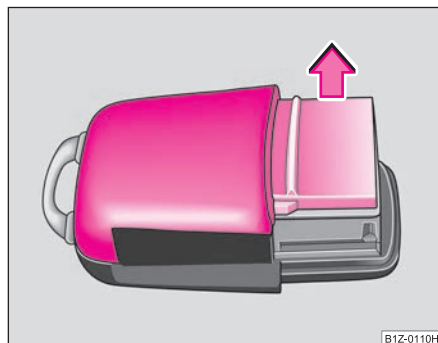

Fig. 25 Capacul carcasei emițătorului
- Scoateți capacul carcasei emițătorului ⇒ fig. 25 în sensul săgeții.